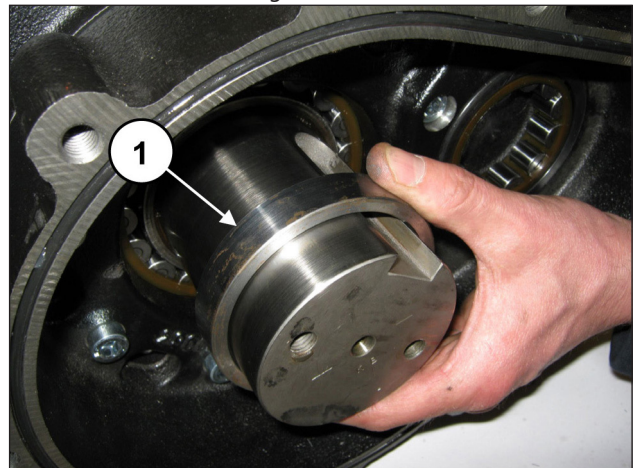

Abb. 16
Entfernen Sie den Stützring des Zahnkranzes (Pos. ①, Abb. 16).